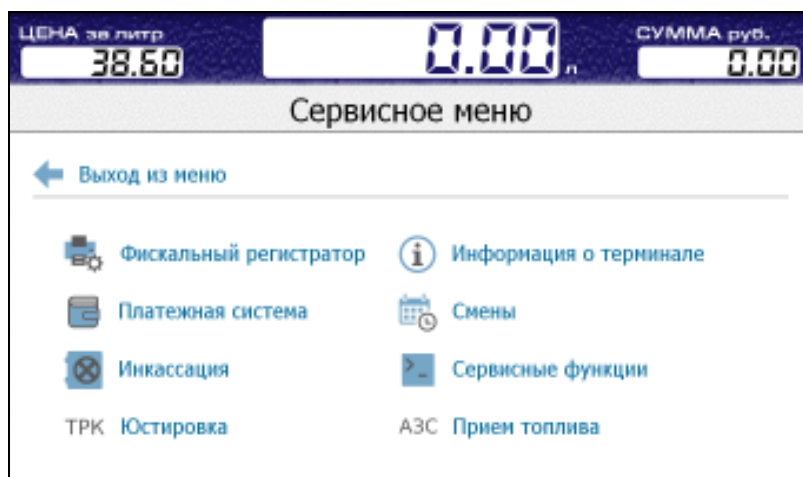

Рисунок 17
9.1 Для сервисного обслуживания терминала в устройстве предусмотрено "Сервисное меню" (рисунок 17).